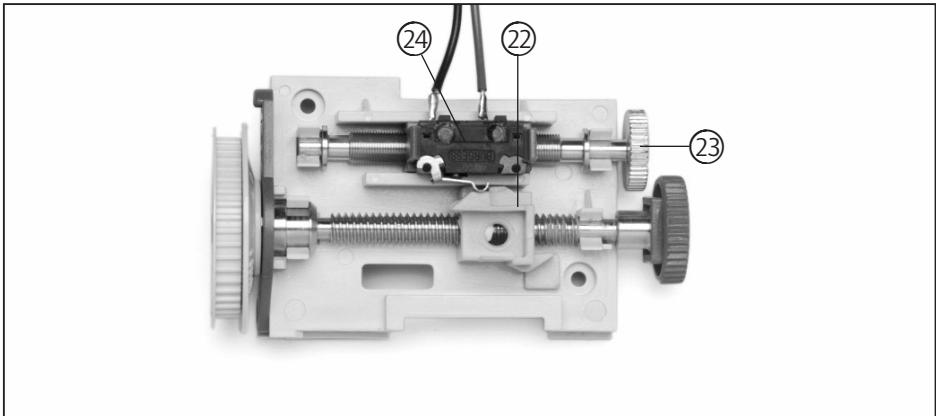

Abb. 6: Referenzpunkteinstellung (Tor ist geöffnet)
- Verdrehen Sie jetzt mit dem kleineren Rändelrad (23) die Einstellspindel, bis der Referenzpunktschalter (24) vom Schaltschlitten (22) betätigt wird (siehe Abb. 6).
- Drehen Sie nun das kleinere Rändelrad (23) noch 1 - 2 Umdrehungen gegen den Uhrzeigersinn.